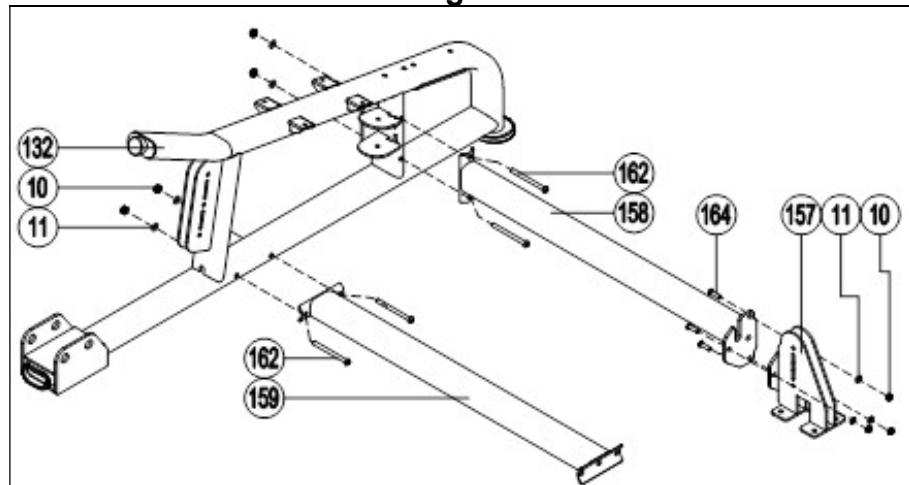

Fig.17
17.- Coloque el asiento (154) en la estructura (132) y atornille con los tornillos (166), Fig.17.